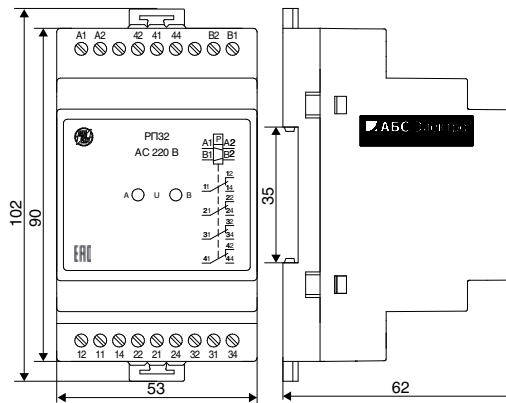

Рисунок 2. Реле РП32Д с креплением на DIN-рейку
- ☐ винтами, на панель (**рисунок 2**).